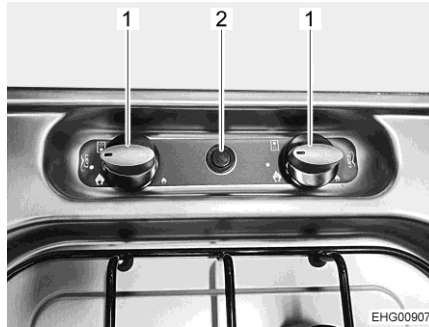

Fig. 106 Cocina de gas
- Girar el regulador giratorio (Fig. 106,1) correspondiente al quemador deseado a la posición de encendido (llama alta).
- Pulsar el pulsador (Fig. 106,2). En el quemador se creará una chispa de encendido. Si es necesario, pulsar el pulsador varias veces.